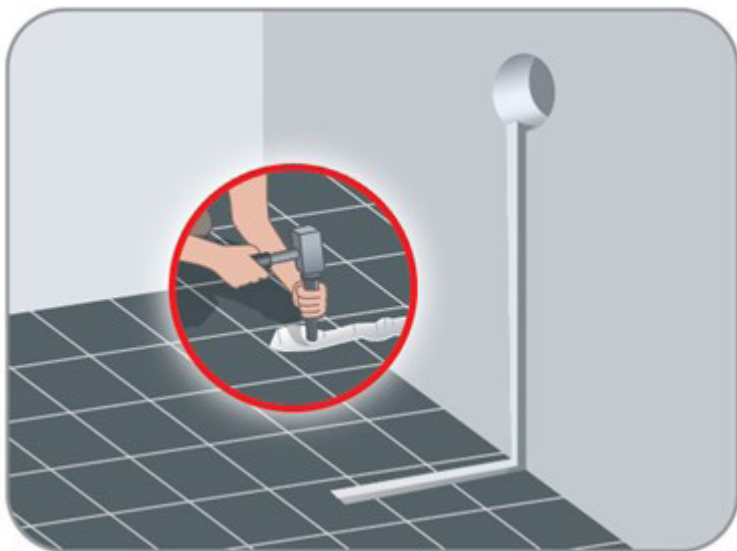
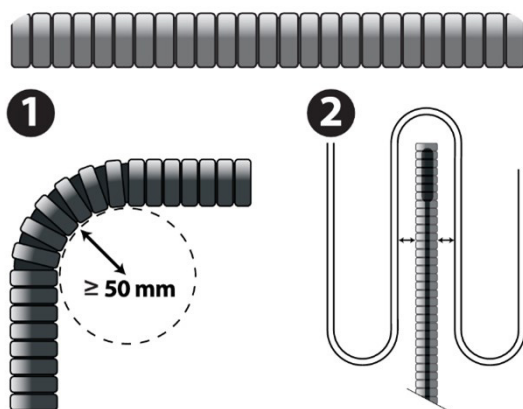
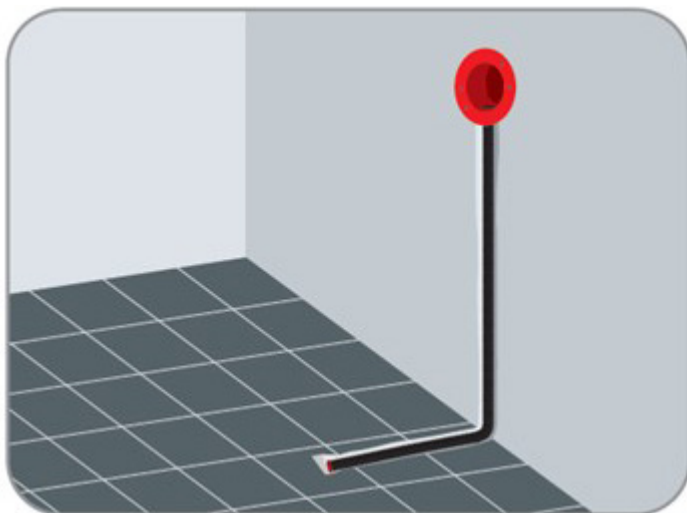

图 1 - 地面和墙壁内的通道，预留电气箱孔
图 2 - Flexpipe 最小弯曲度 (1) 和 Flexpipe 在电缆 (2) 之间的位置
图 6 – 已安装到地面和墙面内的 Flexpipe
1. 使用钻头或孔锯，为电气箱预留一个孔。在地面和墙壁内，拓出一个通道（图 1），用于放置保护地面温度传感器的 Flexpipe。传感器应在电缆间距居中位置（图 2 - 点 2）。
5. 将 Flexpipe 安装到地面和墙面拓出的通道内 (图 6)。Flexpipe 的最小弯曲半径为 50mm (图 2 — 点 1)。